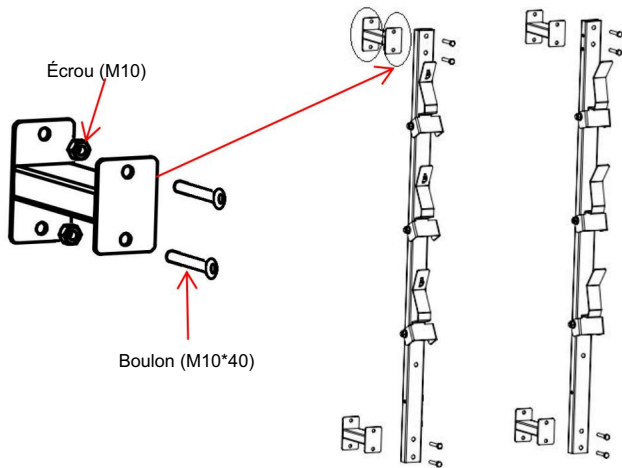

FIG 4
Étape 2 : Installez le cadre de support sur le poteau comme illustré sur la figure 4.